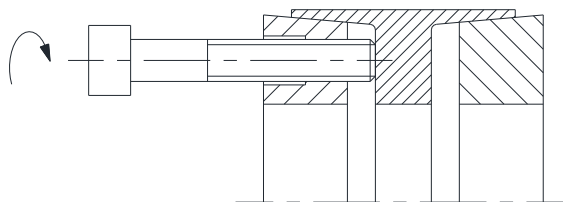

Bild 8: Lösen des vorderen Druckringes
- Die Spannschrauben in die Abdrückgewinde des vorderen Druckringes (Bauteil 1) sowie in die Abdrückgewinde des Außenringes (Bauteil 3) einschrauben (siehe Bild 8 und 9).